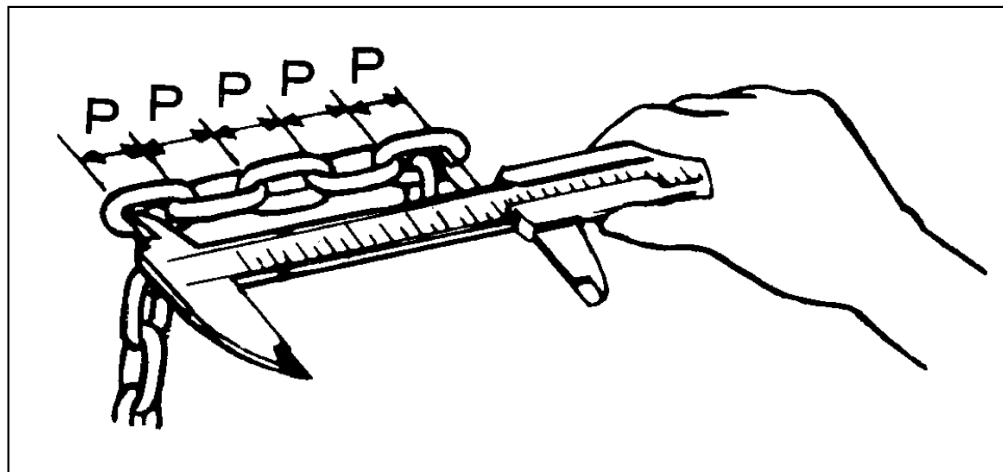

Fig. 5: Kontrollmåling av lastekjetting
**Kontroll av lastekjetting** (se fig. 5 og tabell 2)